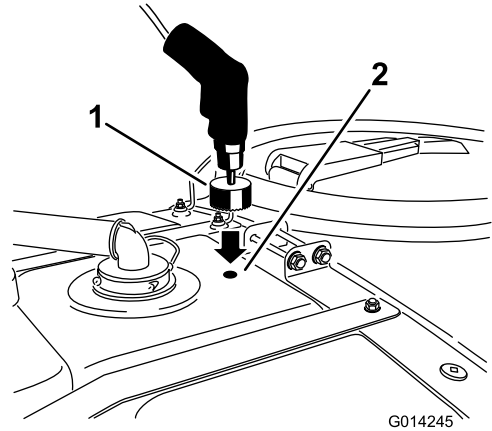

Figura 12
- Utilize uma broca de 4,5 cm para fazer um furo na marca de perfuração (Figura 12).